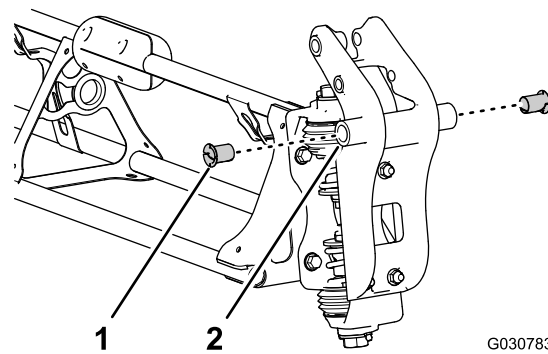

Figura 99
- Inserte un casquillo con brida de nylon en el orificio de 31,8 mm de cada lado del acoplamiento de giro (Figura 99).